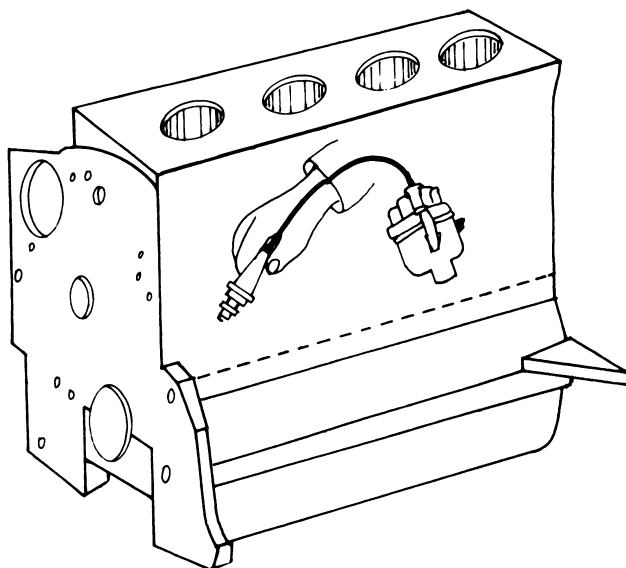

Fig. 13. Prueba de la bujía juntándola al bloque.
**Una o varias bujías.** En este caso la prueba se hace de la siguiente manera: se saca la bujía cuya línea se desea probar y una vez afuera se conecta a su respectivo cable, se apoya la bujía contra el monobloque (Fig. 13) y se hace girar el motor con el arrancador o manivela para ver si salta chispa entre sus electrodos o no. Si no, el encendido falla en esa bujía. El procedimiento se repite con todas las demás y, como el Cuadro lo indica, puede deberse a distribuidor, cables o bujías:
**La bujía** se puede probar juntándola al bloque (Fig. 13) pero es más seguro conectar cada bujía a un probador especial, que previamente las limpia con un baño de arena en turbulencia. En cualquier caso, si